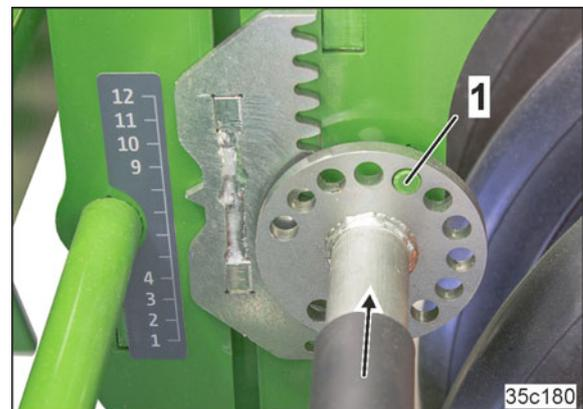

Fig. 127
4. Sperrverzahnung muss nach dem Einstellvorgang vollständig einrasten (Fig. 127/1).